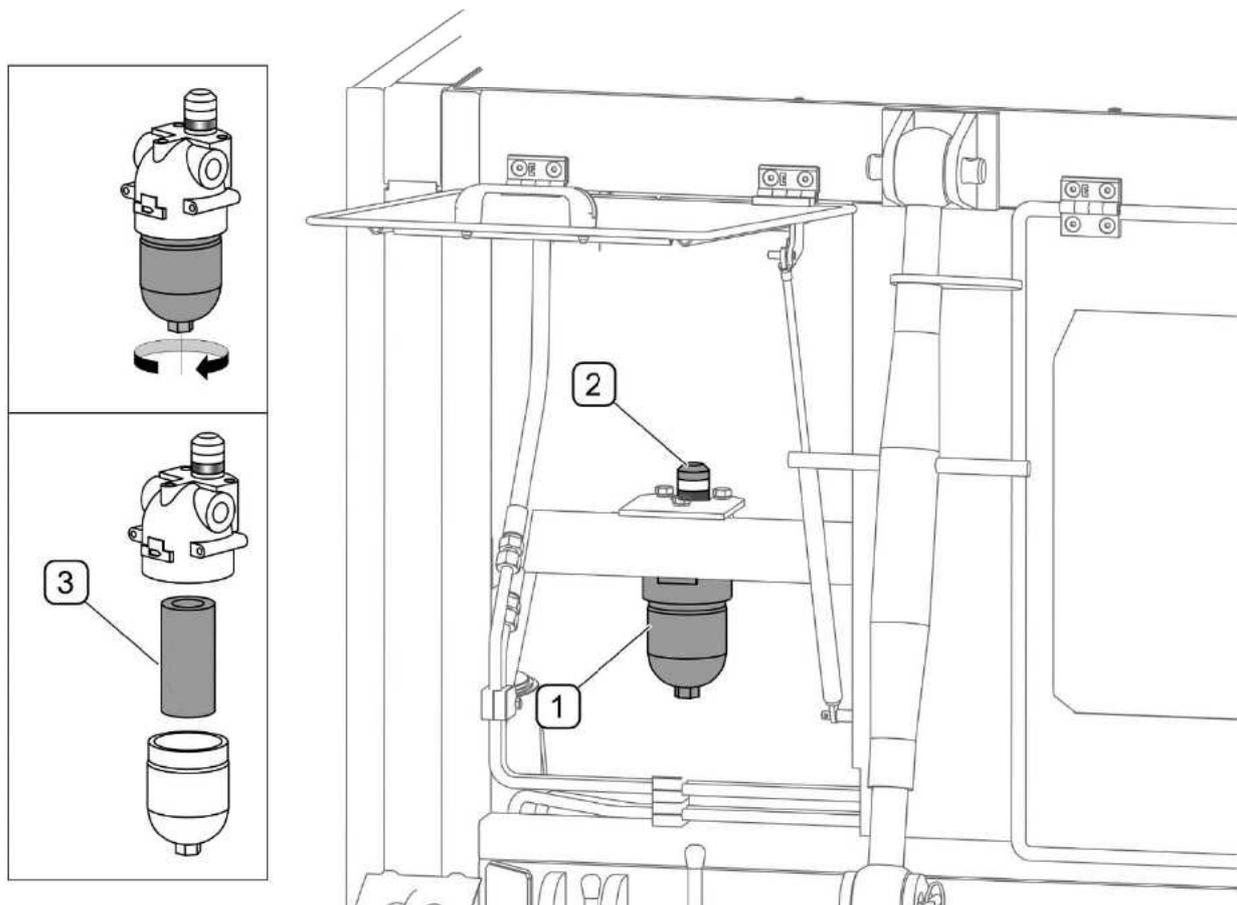

ABB. 5.18 Druckölfilter mit Verschmutzungsanzeige
(1) - Druckölfilter; (2) - Verschmutzungsanzeige des Filtereinsatzes; (3) - Drucköl-Filtereinsatz;
Der Druckölfilter (ABB. 5.18) befindet sich unter dem Öltank. Der Druckölfilter (1) ist mit einer Verschmutzungsanzeige (2) ausgerüstet. Wenn der Filtereinsatz zu stark verschmutzt ist, ändert sich die Farbe der Anzeige von Weiß nach Rot. Im Rahmen der Wartung der Hydraulikanlage muss der Zustand des Filters kontrolliert und bei Bedarf der Einsatz ausgewechselt werden.